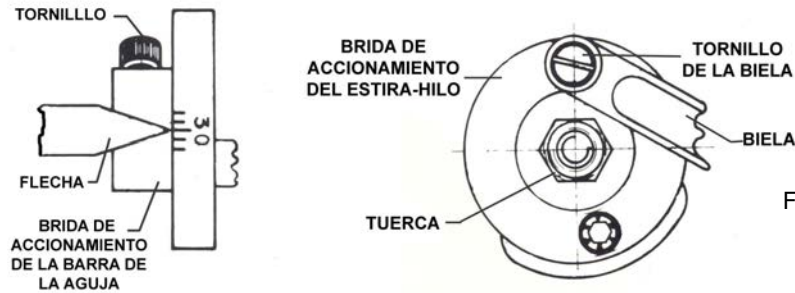

Figura 19
- ✓ Gire el volante hasta que el brida de conexiones de accionamiento de la barra de la aguja se posicione con la marca del punto 30 en la flecha de referencia (figura 19)